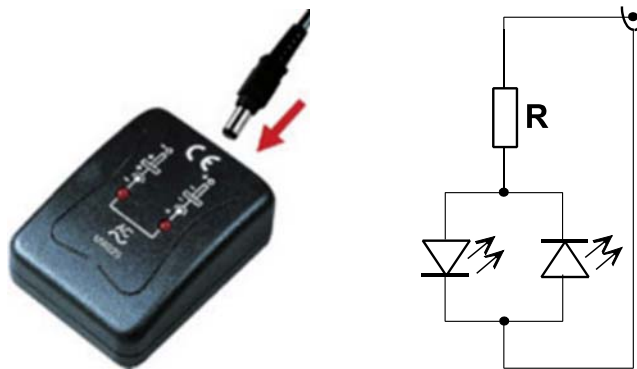

Abb. 7
11. Es ist ein Prüfgerät zu entwickeln, das anzeigt, wie die Ausgangsspannung von Steckernetzteilen gepolt ist (Polaritätsprüfer; Abb. 7). Je nachdem, wie der Stecker belegt ist, soll eine der LEDs leuchten. Dimensionieren Sie den Widerstand R. Eingangsspannungsbereich: 5...15 V,  $V_F = 2,1\text{ V}$ ,  $I_F = \text{max. } 20\text{ mA}$ .